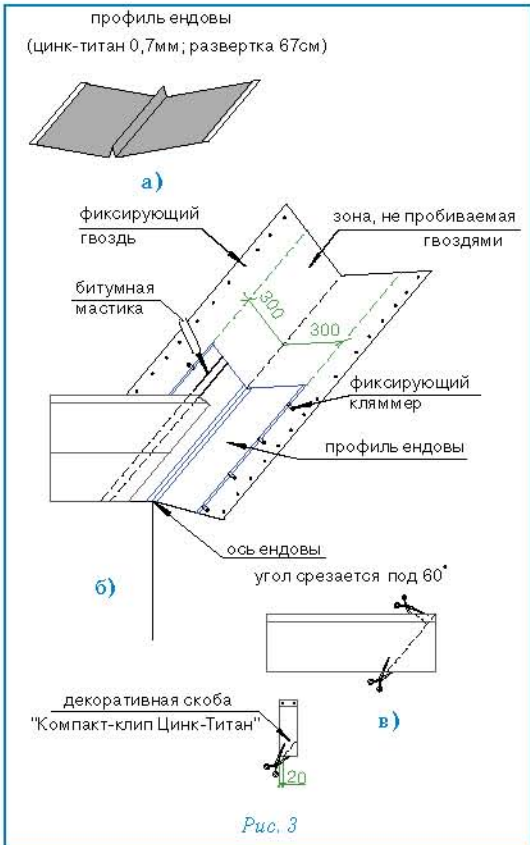

Рис. 3
Ендова (рис. 3)
• ровно по центру ендовы устанавливается профиль ендовы (цинк-титан 0,7 мм, развертка 67 см) (рис. 3а);
Внимание: 1. Необходимо также подрезать верхний уголок обрезанного края листа (см. рис. 3в) для правильного стока воды.
4. В случае, если скоба «Компакт-клип Цинк-Титан» приходится на место обреза листа, можно либо обрезать накладку, оставив минимум 2 см в нижней части (рис. 3в), либо произвести укладку листов без использования накладки.